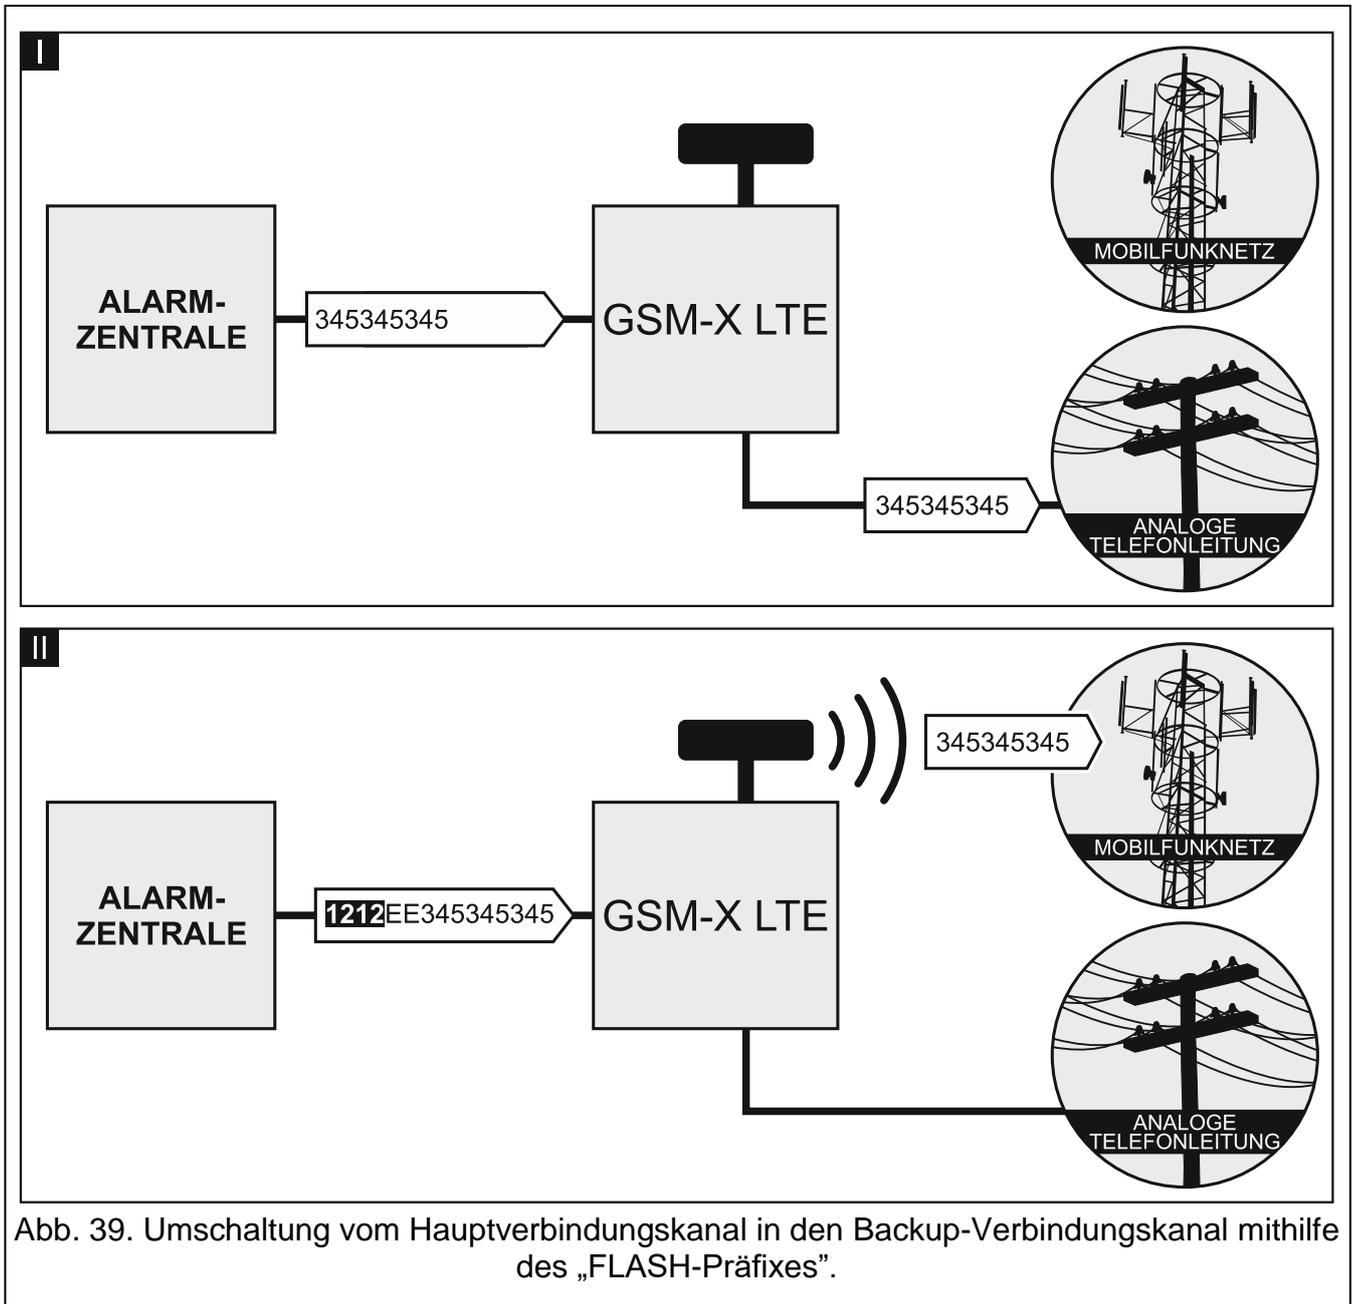

Abb. 39. Umschaltung vom Hauptverbindungskanal in den Backup-Verbindungskanal mithilfe des „FLASH-Präfixes“.
**FLASH-Präfix** – Reihenfolge von bis zu 16 Ziffern, die zur Umschaltung vom Hauptverbindungskanal in den Backup-Verbindungskanal dienen. Die Bestimmung des Hauptverbindungskanal ist mit der Option „GSM als primäre Telefonleit.“ möglich. In dem Beispiel in Abbildung 39 wird die analoge Telefonleitung als Hauptverbindungskanal verwendet. Wenn der Rufnummer, an die die Zentrale anruft, ein Präfix vorangestellt ist (eine Ziffernfolge auf schwarzem Hintergrund – Abb. 39-II), wird der Backup-Verbindungskanal, also das Zellulartelefon, verwendet. In der Alarmzentrale